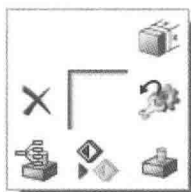

图 1-23
11) 移动鼠标指向块，长按 MB3，出现如图 1-23 所示的图标组合，鼠标向不同图标方向滑动，出现不同的特征操作。